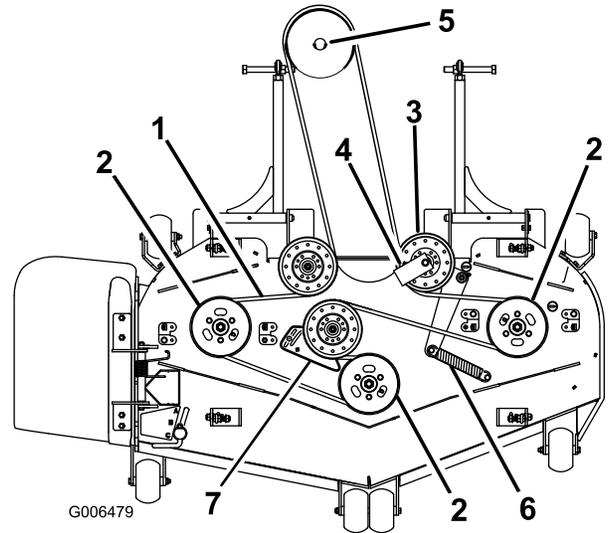
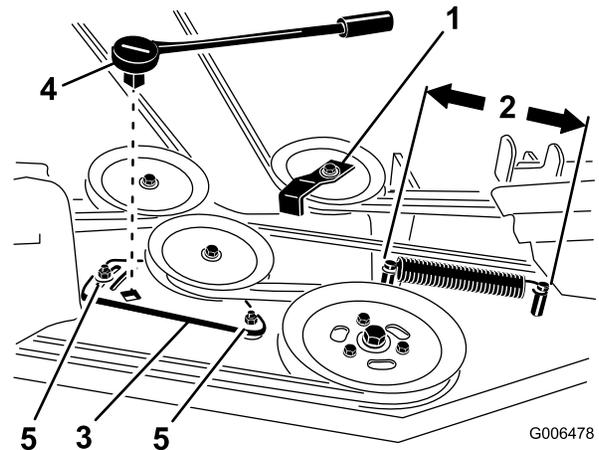

Figura 55
Figura 57
4. Afloje los pernos que sujetan la chapa de la polea tensora (Figura 57).
6. Retire la guía de la correa de la polea tensora tensada con muelle según se muestra en Figura 55 y Figura 57.
8. Pase la correa nueva alrededor de las poleas del cortacésped y de la polea de la caja de engranajes, debajo del motor (Figura 55).
9. Instale la guía de la correa en la polea tensora tensada con muelle con un ángulo de 45 grados, como se muestra en Figura 55 y Figura 57. Apriete el perno a 37 a 45 Nm (27 a 33 pies-libra).
10. Instale el muelle tensor en los dos postes (Figura 55 y Figura 57).
26,0 cm (10 a 10-1/4 pulg.) entre los postes, según se muestra en Figura 57.
- Manteniendo la tensión de la correa y la longitud del muelle, apriete los pernos que fijan la chapa de la polea tensora (Figura 57).
- Mida la longitud del muelle (Figura 57). Si la longitud del muelle es de entre 25,4 y 26,0 cm (10 y 10-1/4 pulg.) entre los postes, no se necesita ningún ajuste.
- Afloje los pernos que sujetan la chapa de la polea tensora (Figura 57).
- Introduzca una llave de carraca en el taladro cuadrado de la chapa de la polea tensora del cortacésped para ajustar la tensión (Figura 57).